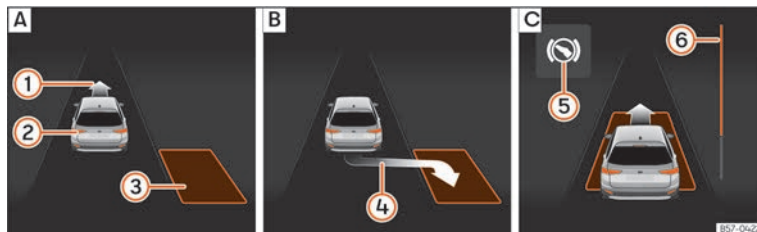
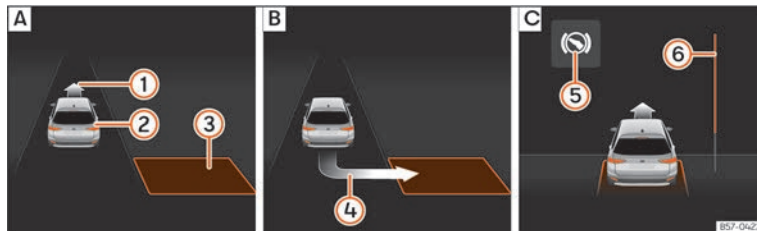

Fig. 125 En la pantalla del del cuadro de instrumentos: aparcar en línea. **[A]**: Buscar un hueco de aparcamiento. **[B]**: Posición para aparcar. **[C]**: Maniobrar.
Fig. 126 En la pantalla del del cuadro de instrumentos: aparcar en batería. **[A]**: Buscar un hueco de aparcamiento. **[B]**: Posición para aparcar. **[C]**: Maniobrar.
posición correcta para aparcar >>> fig. 125 **[B]** o >>> fig. 126 **[B]**. El hueco habrá sido considerado "apropiado" si en la pantalla del cuadro de instrumentos aparece la indicación de aparcar ④.
• Retroceda hasta que suene la señal continua del ParkPilot; **O BIEN:** retroceda hasta que en la pantalla del cuadro de instrumentos aparezca la indicación de dar marcha adelante >>> fig. 125 [C] o >>> fig. 126 [C]; **O BIEN:** retroceda hasta que en la pantalla del cuadro de instrumentos aparezca el mensaje **Park Assist finalizado**. La barra de progreso (6) indica la distancia que hay que recorrer.
• Pise el pedal del freno hasta que el sistema de aparcamiento asistido termine de realizar los giros del volante; **O BIEN:** hasta que se apague el símbolo (S) en la pantalla del cuadro de instrumentos.
• Dé marcha adelante hasta que suene la señal continua del ParkPilot; **O BIEN:** dé marcha adelante hasta que en la pantalla del cuadro de instrumentos aparezca la indicación de dar marcha atrás. El sistema de aparcamiento asistido dirige el vehículo marcha adelante y marcha atrás hasta centrarlo en el hueco >>> fig. 125 [C] o >>> fig. 126 [C].
La barra de progreso >>> fig. 125 (6) y >>> fig. 126 (6) muestra simbólicamente en la pantalla del cuadro de instrumentos la distancia relativa que aún queda por recorrer. Cuanto mayor es la distancia, más llena está la barra de progreso. Al circular marcha adelante, el contenido de la barra de progreso disminuye hacia arriba, y al circular marcha atrás, disminuye hacia abajo.